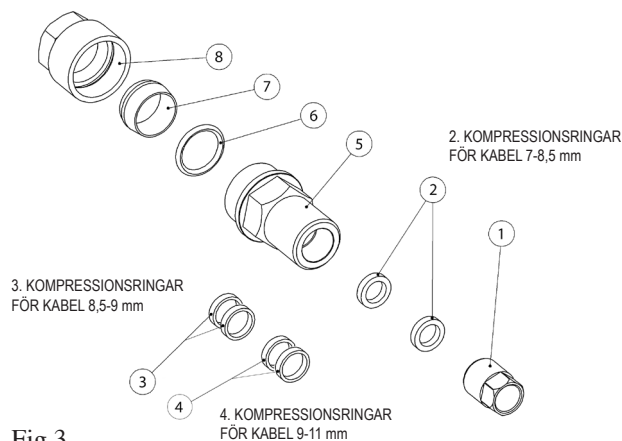

Fig 3
4. Kabelns diameter bestämmer vilka ringar som skall användas. Se Fig 3.